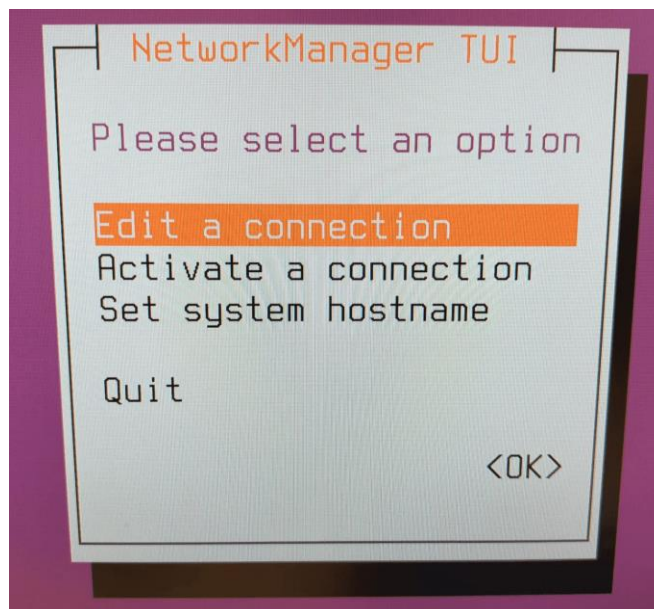

図 6-3 Network Manager TUI 画面
8. 図 6-3 のような Network Manager TUI が起動しますので「Activate a connection」を選択してください。